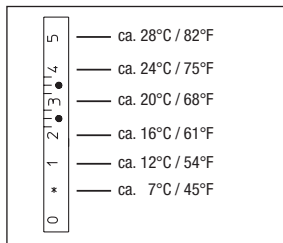

Fig.5 Scala di temperatura della testa termostatica „Uni LH“
- Impostare la testa termostatica alla temperatura ambiente desiderata (Fig. 5).